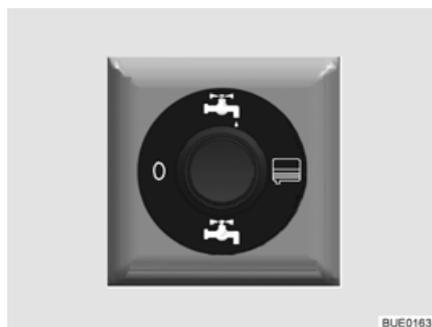

Bild 197 Bedienschalter für elektrisch betätigtes Ablassventil (teilweise Sonderausstattung)
- Bedienschalter (Bild 197) oben drücken. Das Abwasser wird abgelassen.
- Nachdem das Abwasser vollständig ausgelaufen ist, den Bedienschalter (Bild 197) unten drücken.
- Bedienschalter (Bild 197) in Stellung "0" (stromlos) stellen.